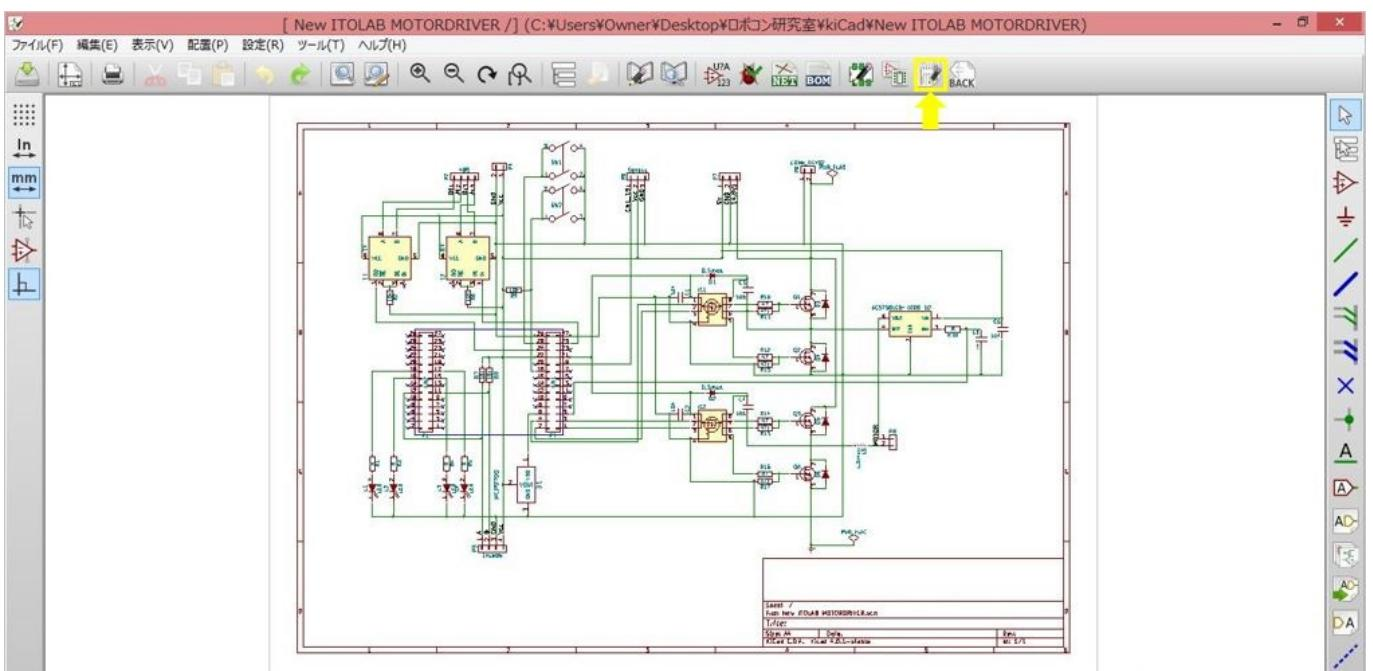

図 E.5 基板レイアウトの実行
5) 図 E.5 のように、アイコンをクリックしてプリント基板のレイアウトの実行を行う。